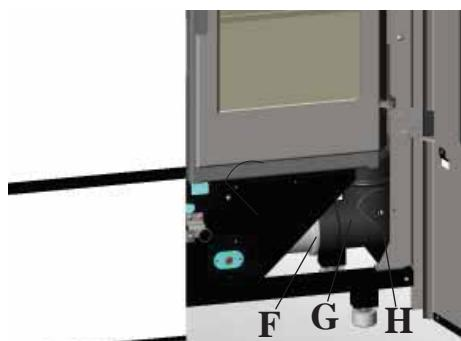

Abb. 5
Für den Anschluss reicht es, ein (nicht mitgeliefertes) Rauchabzugsrohr aus Edelstahl mit 8 cm Durchmesser auf den bereits im Ofen eingebauten Muffenkrümmer (G-Abb.5), an den man durch Öffnen der rechten Glastür (Abb. 5) gelangt, zu stecken.
- Die Befestigungsschelle (F-Abb. 5) des Verbindungsrohres lösen und diesen um 90° drehen.